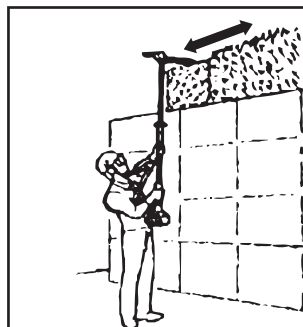

Rys. 13
9. Po przycięciu boków przejść do górnej części. Starać się utrzymywać mechanizm tnący pod kątem około 15° w stosunku do powierzchni cięcia (rys. 13).